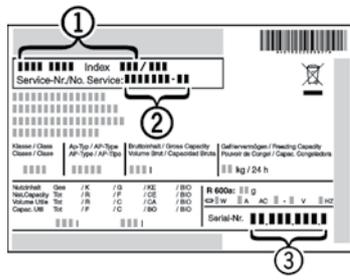

Рис. 15
- ▶ Наименование устройства *Рис. 15(1)*, сервисный номер *Рис. 15(2)* и серийный номер *Рис. 15(3)* указаны на заводской табличке, расположенной внутри устройства слева.
- ▶ Свяжитесь с отделом обслуживания потребителей и сообщите вид неисправности, наименование устройства *Рис. 15(1)*, сервисный номер *Рис. 15(2)* и серийный номер *Рис. 15(3)*.